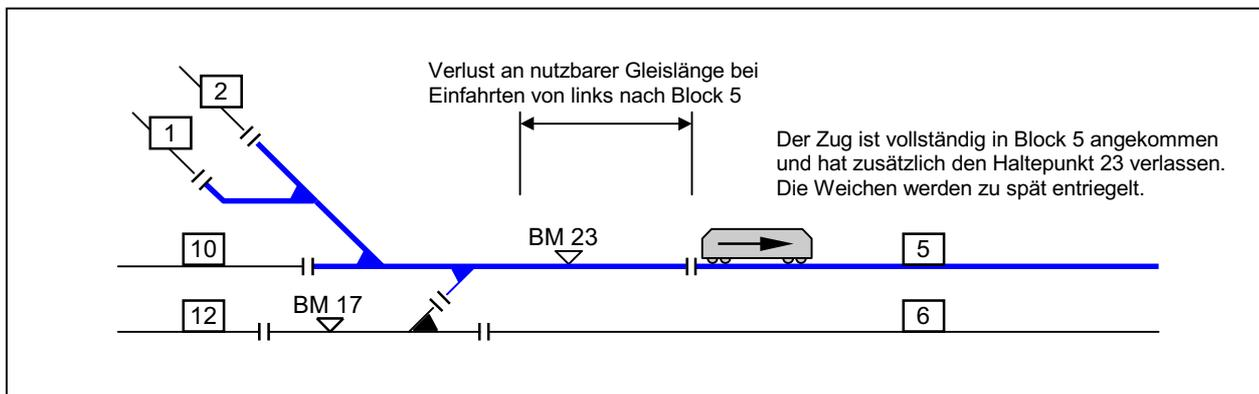

Bild 13.3 Behelfslösung mit Haltepunkt-Belegtmelder und Verlust an nutzbarer Gleislänge
2. Der Weichenbereich gehört zu einem bereits vorhandenen benachbarten Belegtmelder. Im Bild 13.3 erfüllt z.B. der als Haltepunkt eingerichtete Belegtmelder 23 des Blockes 5 diese Funktion.
Die **Lösung nach Punkt 2** (vgl. Bild 13.3) kostet zwar nichts, hat aber den betrieblichen Nachteil, daß die nutzbare Gleislänge bei von links kommenden Einfahrten nach Block 5 um die Länge des Haltepunktes (BM 23) geringer wird. Dadurch geht etwas an nutzbarer Abstellänge verloren.
Im Bild 13.4 ist als Beispiel das ausgefüllte Fahrstraßenformular für die Lösung 2 nach Bild 13.3 mit dem Eintrag des Belegtmelder 23 wiedergegeben. Das zweite Belegtmelder-Eingabefeld sowie die Belegtmelder BM1 und BM2 werden hier nicht benötigt und sind daher freigelassen.
Bei der Fahrstraße von Block 12 nach 5 (Bild 13.3) werden beide 'Frei'-Belegtmelder gebraucht. Hier liegt die oben für den Block 5 beschriebene Situation ebenfalls vor, wenn von Block 5 nach Block 12 gefahren wird. Auch hier wird beim Einfahren nach Block 12 eine Weiche überquert und die benutzte Fahrstraße kann erst wieder entriegelt werden, wenn der in Block 12 angekommene Zug die Weiche verlassen hat.